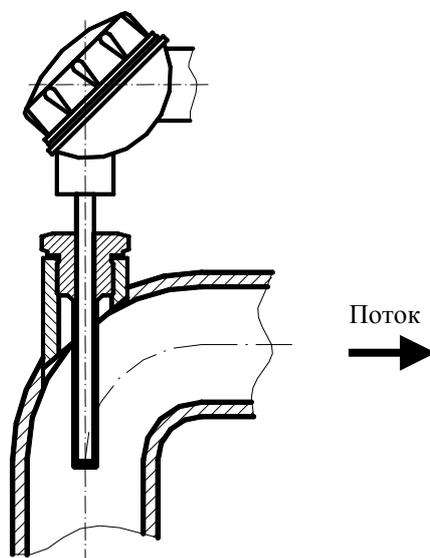

Рисунок 7. Установка термопреобразователя в колено.
- Допускается установка термопреобразователя в колено, чувствительный элемент при этом должен быть направлен навстречу потоку (см. **Рисунок 7**).